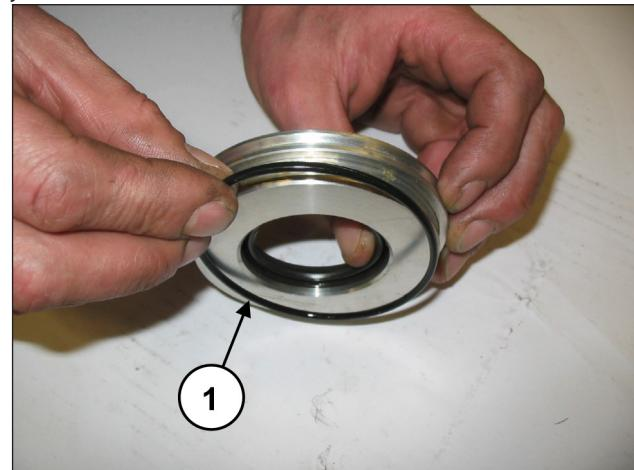

Fig. 94
Coloque o O-ring (pos. ①, Fig. 94) no assento da tampa da junta de óleo.